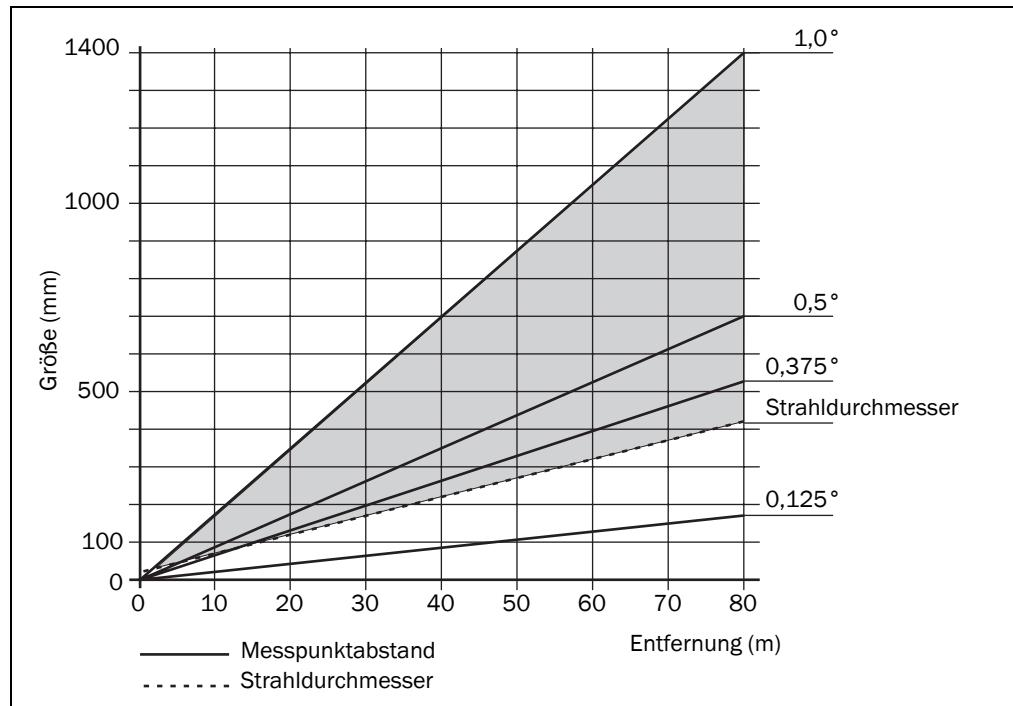
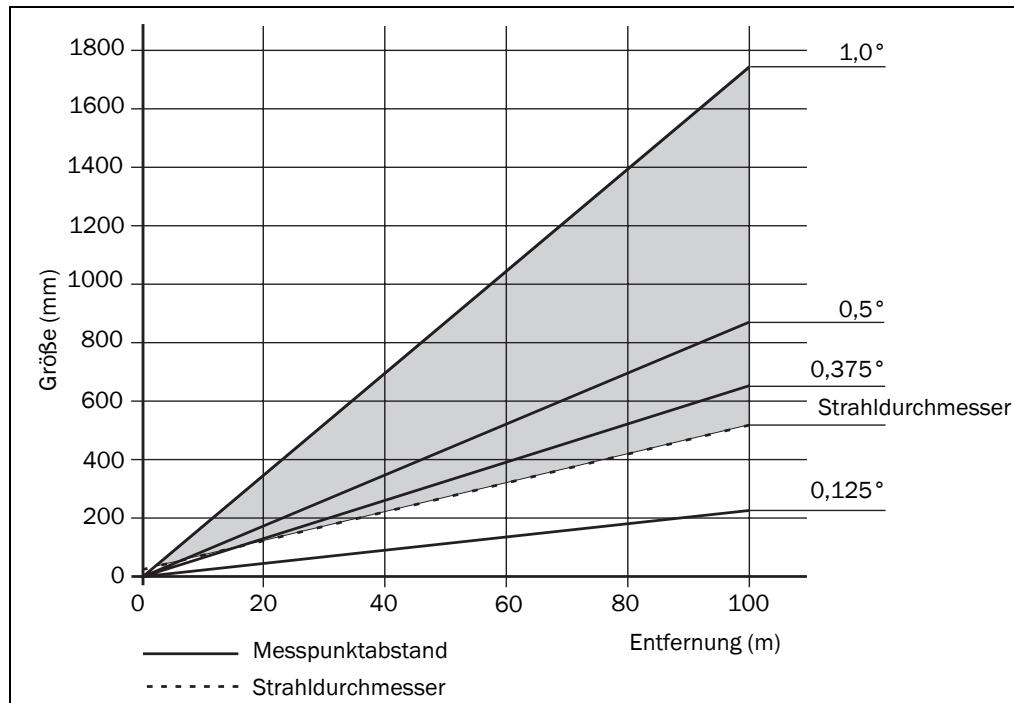

Abb. 12: Strahldurchmesser und Messpunktabstand bei 0 bis 80 m
Abb. 13: Strahldurchmesser und Messpunktabstand bei 0 bis 250 m
Die beiden Diagramme in Abb. 12 und Abb. 13, Seite 24 zeigen den Strahldurchmesser und den Messpunktabstand in Abhängigkeit zur Entfernung vom LD-OEM.
Ablesebeispiel bei Winkelauflösung 0,125° in Abb. 12
Ablesebeispiel bei Winkelauflösung 0,5° in Abb. 13
- Strahldurchmesser und Messpunktabstand in Abhängigkeit zur Entfernung vom LD-OEM entnehmen Sie in den Diagrammen in Abb. 12, Seite 23 und Abb. 13, Seite 24.